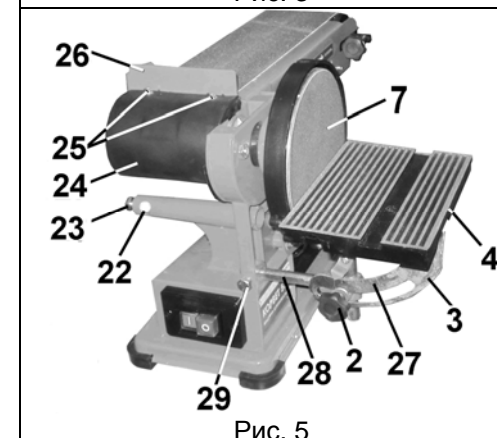

Рис. 5
8.3. Установка рабочего стола (Рис. 5)
8.3.1. Установите опорную ось (28), Рис.5, в отверстие корпуса и закрепите фиксирующим болтом (29).
- ослабьте фиксирующую гайку (29), демонтируйте рабочий стол (4), Рис.5,
- установите его в отверстие (22) перед шлифовальной лентой (31), как показано на Рис.5, 8,